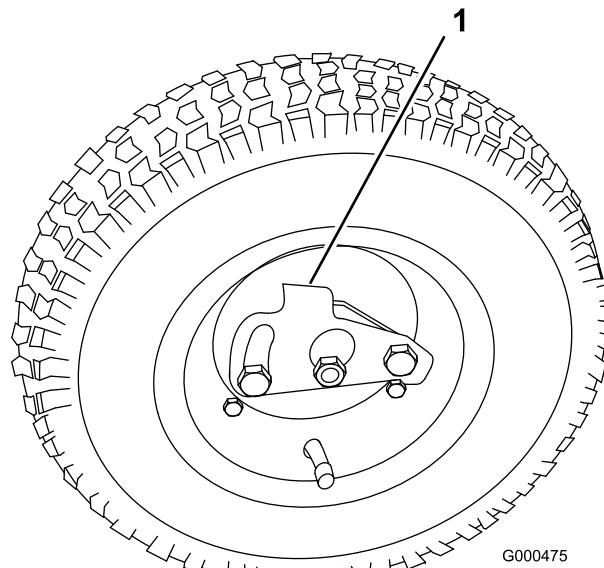

図 20
2. 車輪についているロッククリップが車軸に掛かるようにして車輪を六角シャフトに通す図 20。